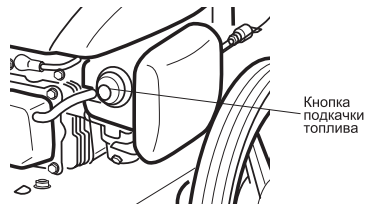

Рис. 6
3. Нажмите до упора кнопку подкачки топлива Рис.6 три раза. После каждого нажатия следует подождать две секунды.